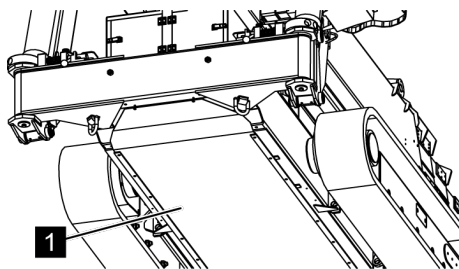

Fig. 166: Enlever la tôle du fond
3. ➔ Dévisser la tôle du fond (Voir la Fig. 166/1).